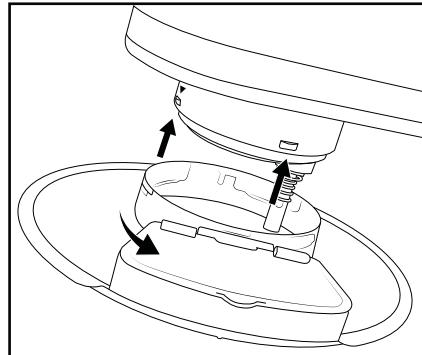

Fig. 1
- 1) Presione la palanca de desbloqueo ② hacia arriba y coloque el brazo giratorio ① en la posición superior.
- 2) Monte la tapa ⑨ en el brazo giratorio ①:
- Coloque la tapa ⑨ de forma que la flecha ▼ del brazo giratorio ① quede sobre el centro de la flecha ←→ de la tapa ⑨ (fig. 1). Con esto, la boquilla de llenado ⑧ queda orientada hacia la parte delantera del aparato.
- Gire la tapa ⑨ en sentido antihorario (dirección 🔒) hasta que encastre.